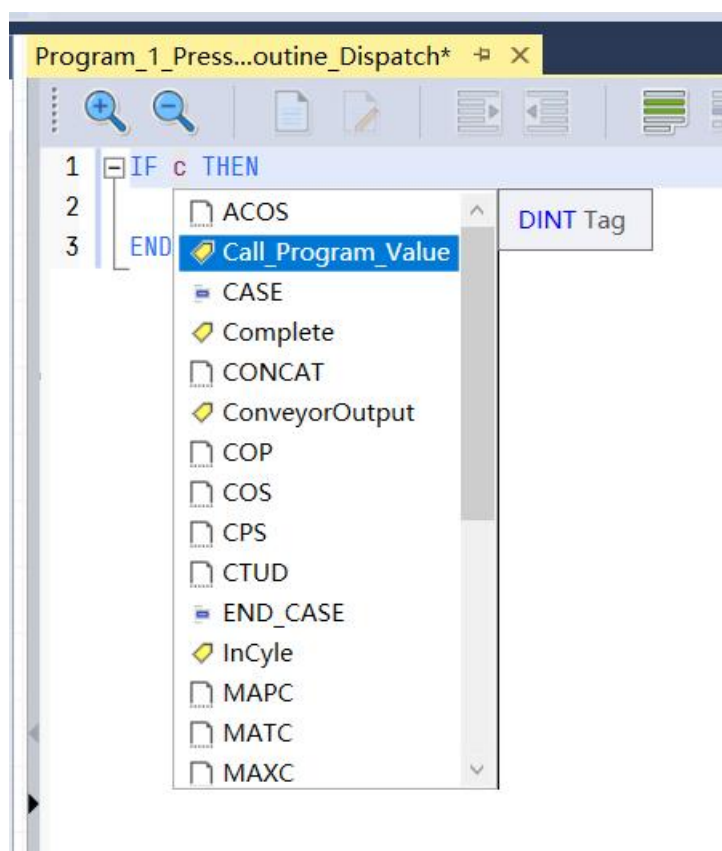

图 1-24 选择已有标签
21. 现在需要在 IF 后面填入判断条件。判断条件是 Call_Program_Value 是否为 1，因为标签已经预先定义过了，在 IF 后面敲 C，会有下拉菜单自动显示相关标签，双击选择 Call_Program_Value。如图 1-24 所示。